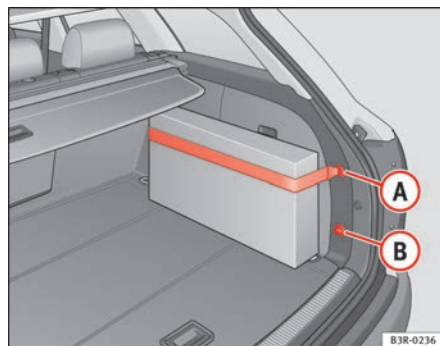

Fig. 119 Cinghia di fissaggio sul rivestimento laterale destro del bagagliaio
- Agganciare la cinghia di fissaggio all'ancoraggio (A) o (B) ⇒ fig. 119.